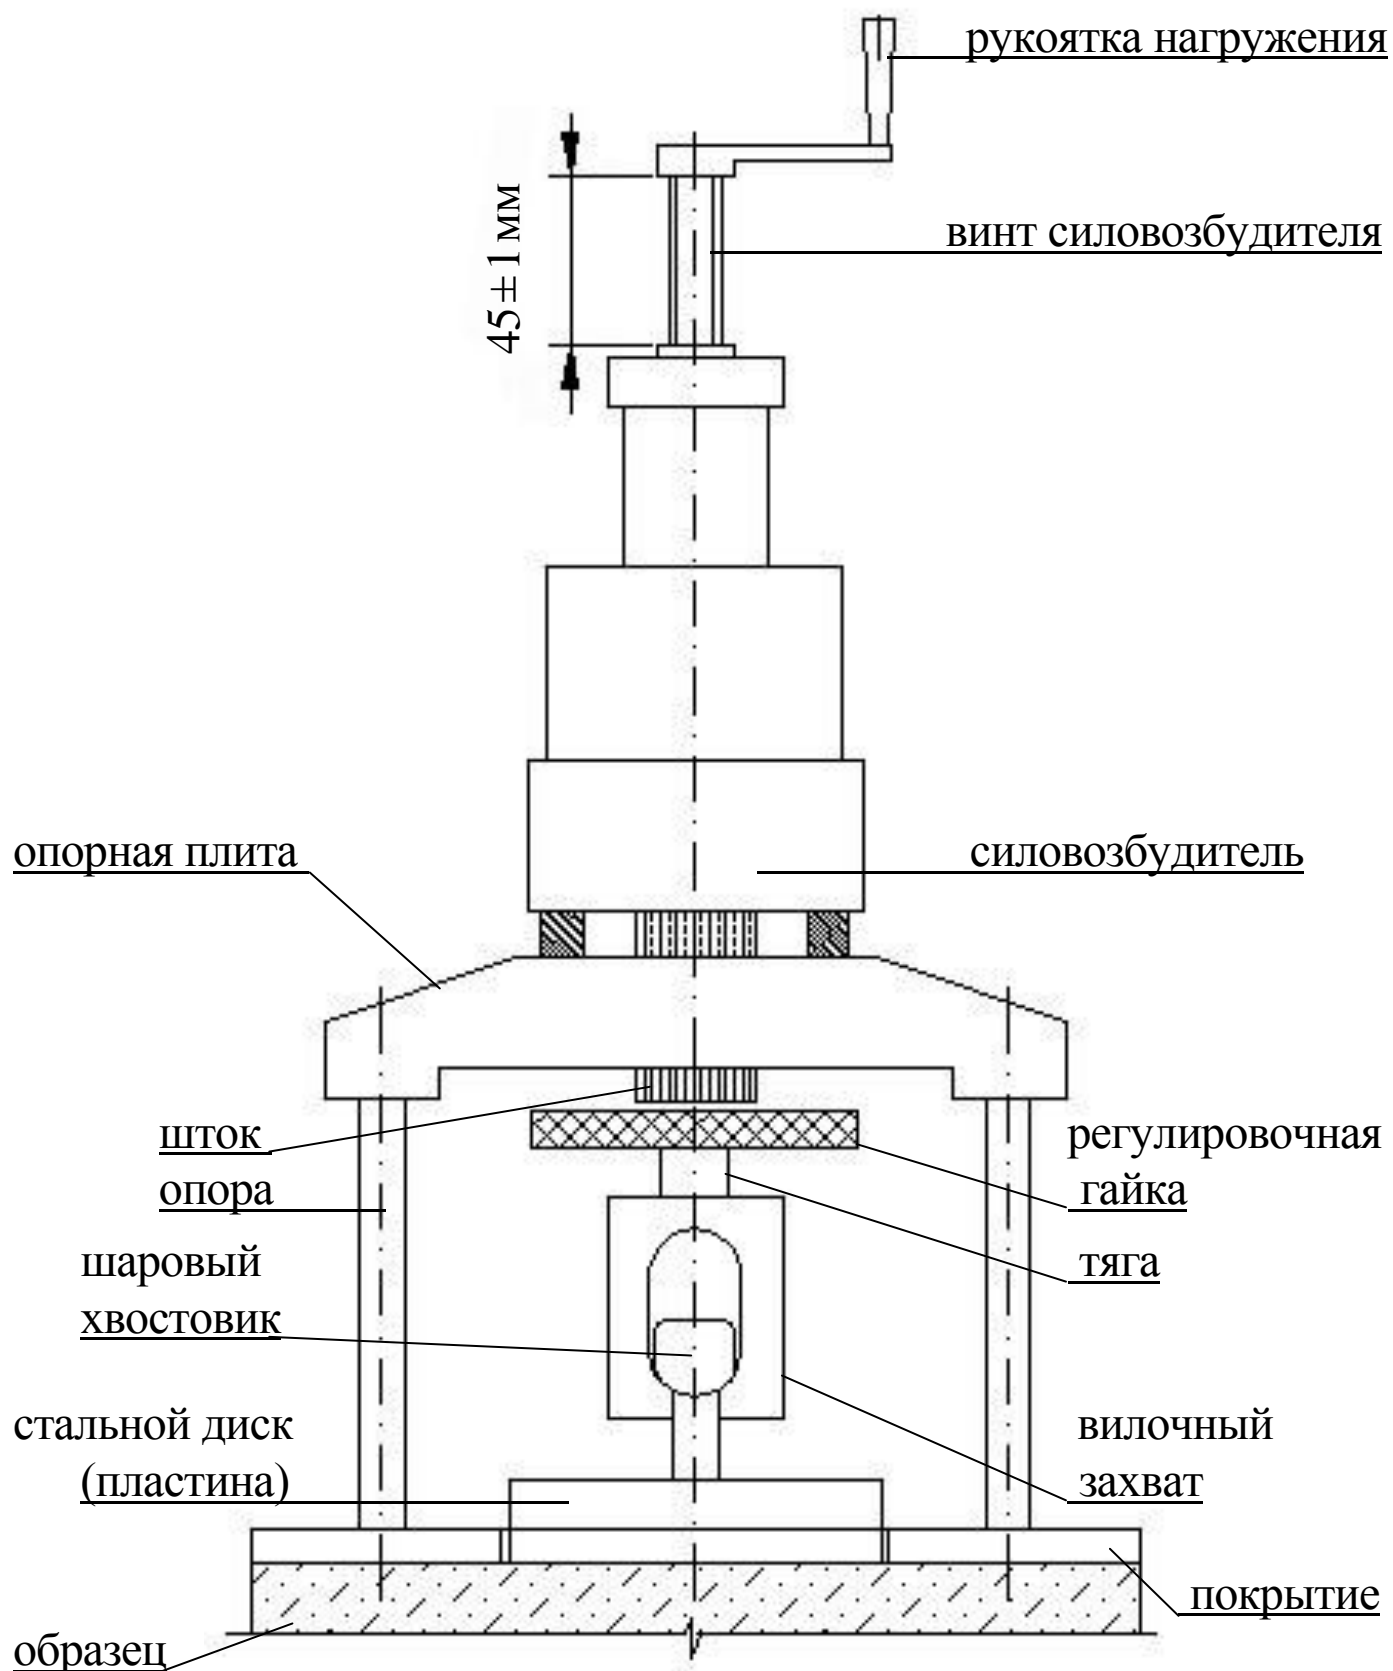

Рисунок 2 – Схема установки прибора ПСО-МГ4С
2.1.2 Привести силовозбудитель в исходное положение, вращая рукоять нагружения против часовой стрелки до упора, при этом вылет винта силовозбудителя должен быть (45 ± 1) мм, вылет штока 9-10 мм (см. рис. 2).